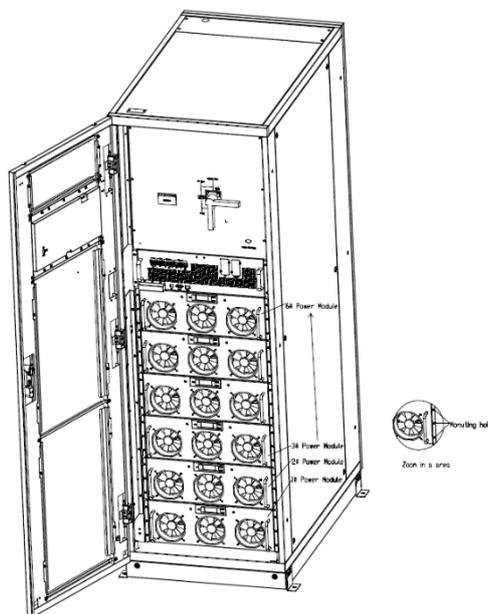

Figura 2-9 Instalación Módulos de Potencia
La posición de instalación del módulo de potencia se muestra en la Figura 2-9. Instale los módulos de potencia de abajo hacia arriba para evitar la inclinación del gabinete debido al alto centro de gravedad. Los pasos para instalar el módulo de potencia son los siguientes (tome el gabinete de 6 ranuras como ejemplo):
- 4) Fije el módulo al gabinete a través de los orificios de montaje en dos lados de la placa frontal del módulo, como se muestra en la Figura 2-9.